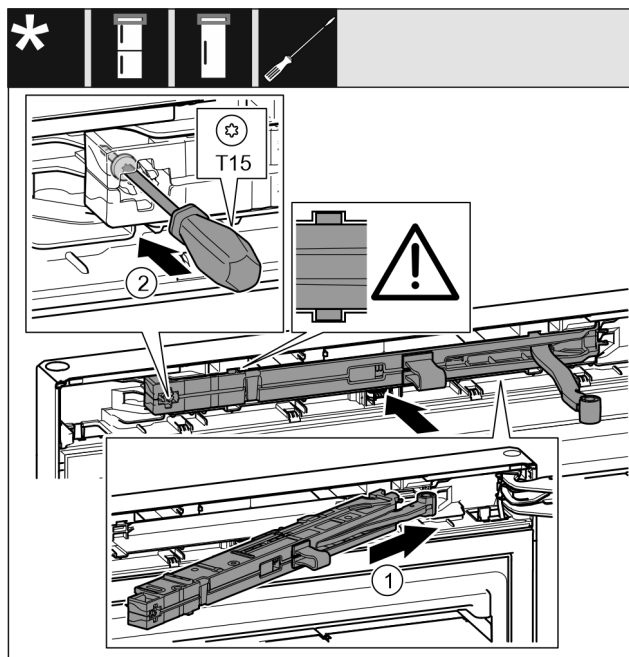

Fig. 42
- Inserire in diagonale l'unità dell'ammortizzatore di chiusura Fig. 42 (1) nel vano sul lato del blocco di supporto fino a battuta.
- Stringere la vite Fig. 42 (2) con un cacciavite.